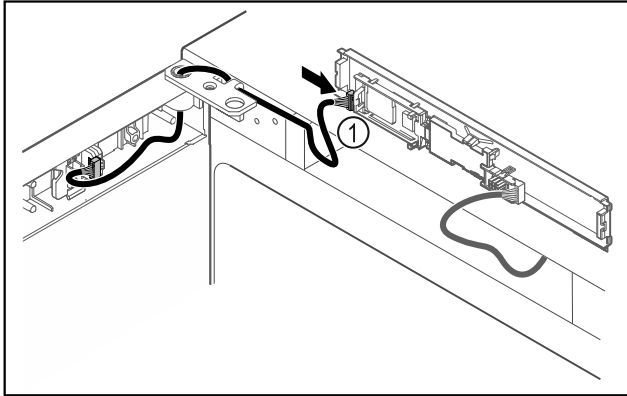

Fig. 50
- Συνδέστε το φινι Fig. 50 (1) στην πλακέτα.